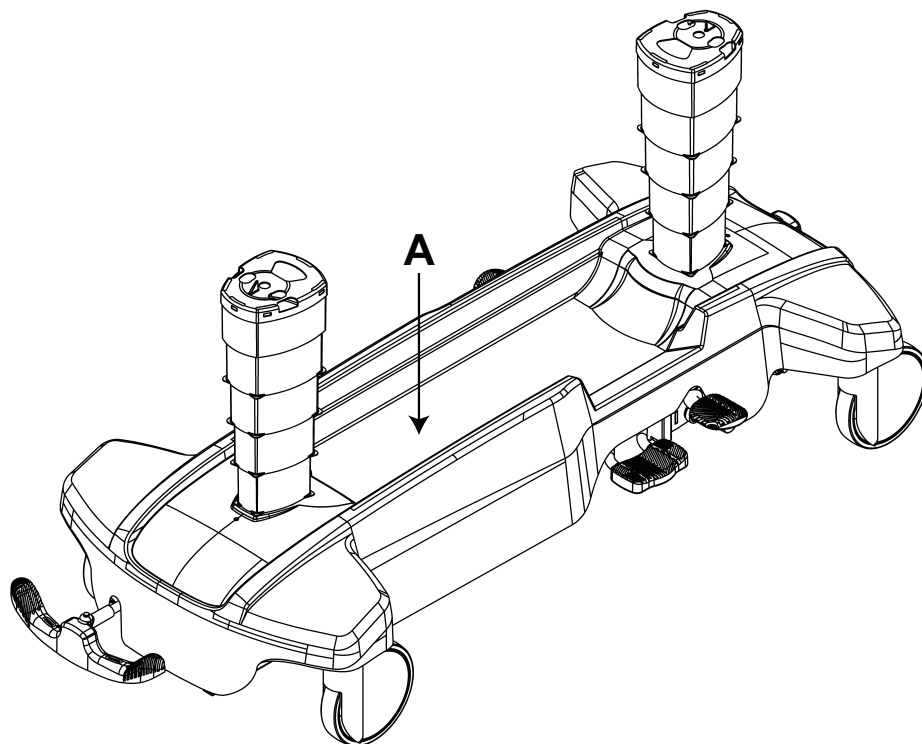

Figura 11 – Area di stivaggio nella copertura del carrello
Gli effetti personali del paziente possono essere stivati nella copertura del carrello (A) (Figura 11).